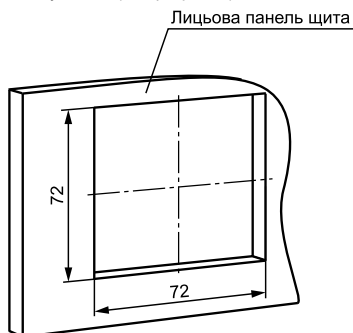

Рисунок 1 – Установчі розміри
1. Підготувати на двері шафи установчий отвір згідно з установчими розмірами (див. рисунок 1).